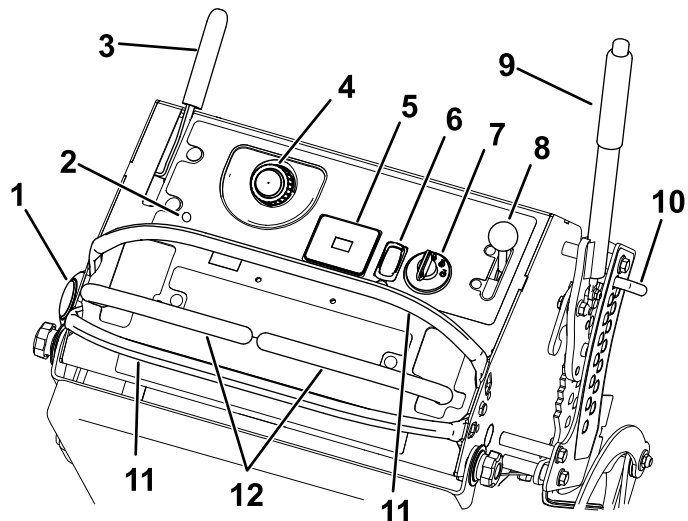

Figura 4
Familiarícese con todos los controles antes de poner en marcha el motor y trabajar con la máquina (Figura 4).
Si se detecta un problema o una avería en el sistema, se enciende el indicador de avería (IA) (Figura 4).
El mando de la toma de fuerza (TDF) se utiliza para engranar y desengranar las cuchillas de la segadora o arrancar y parar accesorios motorizados (Figura 4); consulte Uso del mando de la toma de fuerza \(TDF\) (página 16).
El acelerador controla la velocidad del motor y tiene un ajuste variable continuo de LENTO a RÁPIDO (Figura 4).
Las palancas de control de movimiento se utilizan para conducir la máquina hacia adelante, hacia atrás y girarla en ambos sentidos (Figura 4).